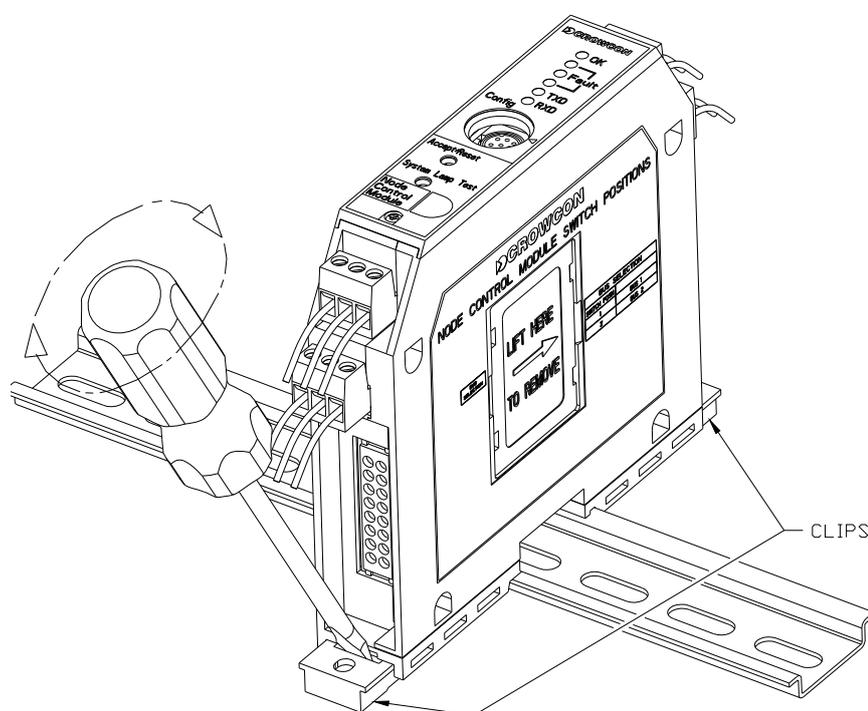

Figura 14: Módulo no trilho DIN e método de remoção
Os módulos se conectam aos soquetes no trilho DIN e são mantidos pelas presilhas de plástico. Consulte a Figura 14.
2. Para desmontar um módulo, levante a presilha superior e abaixe a presilha inferior usando uma chave de fenda, como mostrado na Figura 14. Puxe o módulo para fora do trilho DIN.